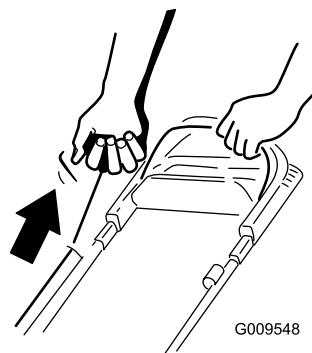

Figura 15
2. Figura 15 Tirate leggermente la stegola dell'avviatore autoavvolgente fino ad avvertire una certa resistenza, quindi date uno strappo e lasciate che ritorni lentamente al guidacavo sulla stegola.